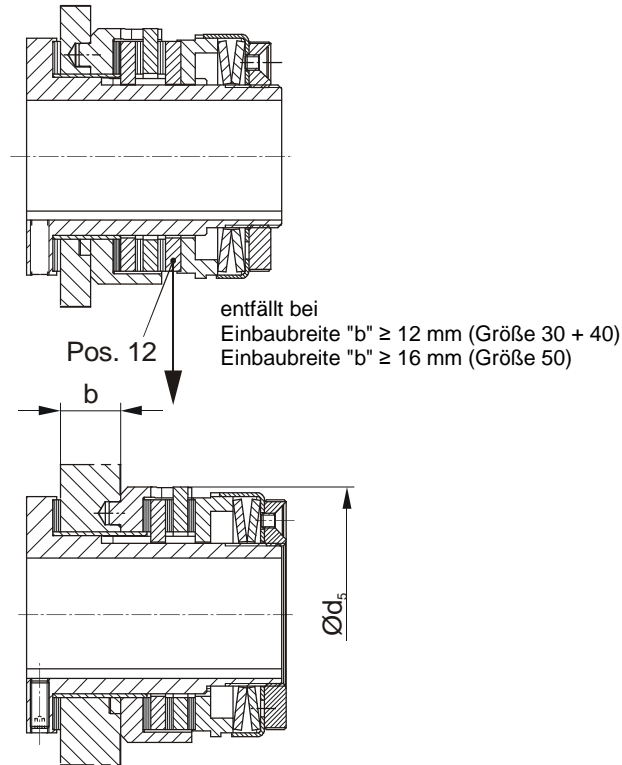

Bild 3
1x Reibflansch (12) entfällt siehe Bild 3 sobald Einbaubreite "b" ≥ 12 mm bei Größe 30 und 40 bzw. Einbaubreite "b" ≥ 16 mm bei Größe 50